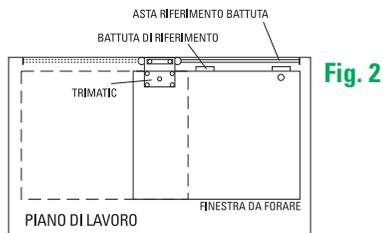

Fig. 2
Smontare la tavoletta di sostegno (8) e posizionare l'attrezzatura su un piano idoneo al tipo di lavoro. Procurarsi un'asta di Ø10 e lunghezza idonea alla lavorazione da eseguire e inserirla nel foro (9), posizionare la battuta di riferimento e bloccare il tutto con i pomelli (3), fissare al piano uno o più blocchetti di riferimento in funzione della lunghezza della finestra da forare. Regolare le viti (7) e (4) (Vedi foto.1) in funzione delle quote "A" e "B" (vedi Fig. 1), infine posizionare la finestra da forare (vedi Fig. 2).